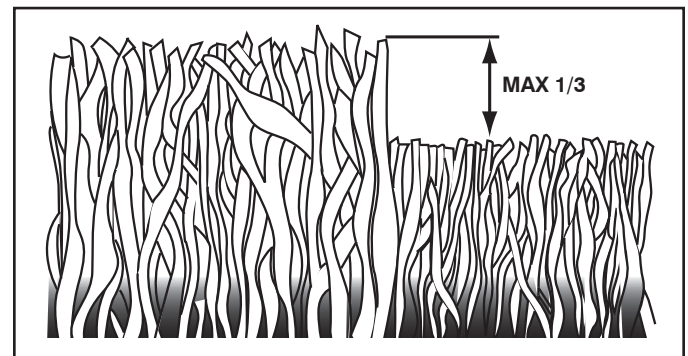

FIG. 14
- Pour les meilleurs résultats, ajustez la hauteur de coupe de la tondeuse afin que la tondeuse coupe seulement le tiers du haut de l'herbe (Voir Fig. 14). Au cas où l'herbe est très haute, il sera nécessaire d'élever la hauteur de coupe pour réduire les efforts de propulsion, pour éviter de surchauffer le moteur et pour éviter l'agglutination et l'abandon de masses d'herbe coupée. Pour les conditions de broyer de l'herbe très difficiles, réduisez la largeur de coupe en imbriquant l'allée auparavant coupée et tondez lentement.